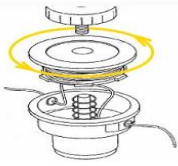

Рисунок 3
- намотайте жилку на шпулю у напрямку, зазначеному стрілкою (рисунок 3), слідкуючи за тим,